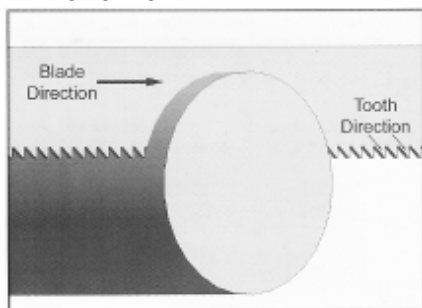

Рис.11
7. Установите новое полотно так, чтобы зубья были направлены вниз в направлении резания. Если необходимо, выверните полотно (См. Рис.11).